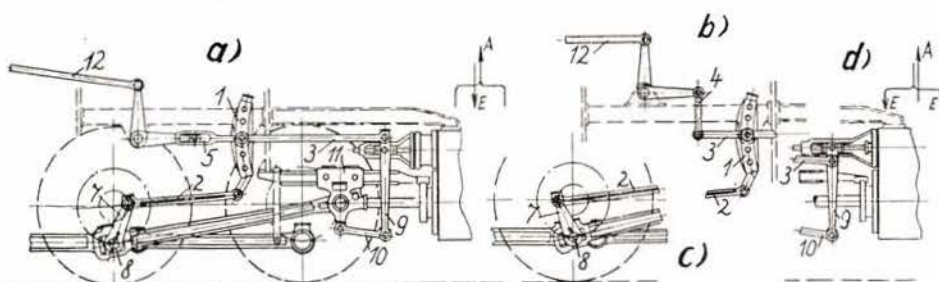

Bild 4 Darstellung der Heusinger-Steuerung
4. Die äußere Steuerung nach Heusinger (Bild 4)
Die im Bild 4 a gezeigte Heusinger-Steuerung ist ebenfalls eine maßstäbliche Darstellung für eine Heißdampfmaschine mit Inneneinströmung. Bei Dampfmaschinen mit Inneneinströmung strömt der Dampf zwischen den zwei Schieberkörpern ein und außerhalb der Schieberkörper aus (siehe Pfeilschizze). Im Gegensatz dazu strömt bei Dampfmaschinen mit Außenein-
Bei Naßdampflokomotiven und allen anderen mit Außeneinströmung arbeitenden Dampfmaschinen ist die Pleuellkurbel ebenfalls voreilend eingebaut. Außerdem sind die Angriffspunkte am Voreilhebel vertauscht (siehe Bild 4 d). Die Pleuellstange liegt bei Vorwärtsfahrt im unteren Teil der Pleuell.